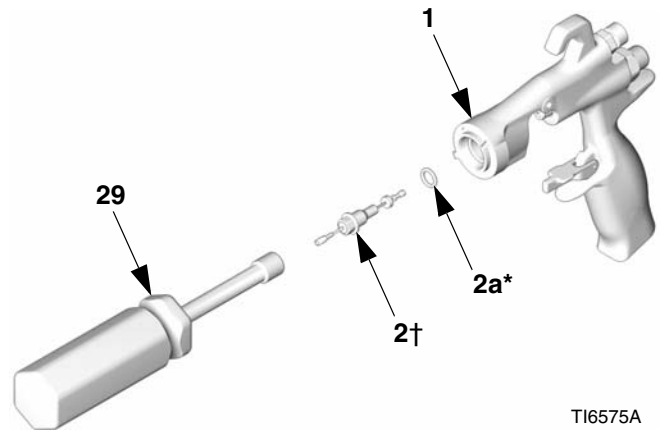
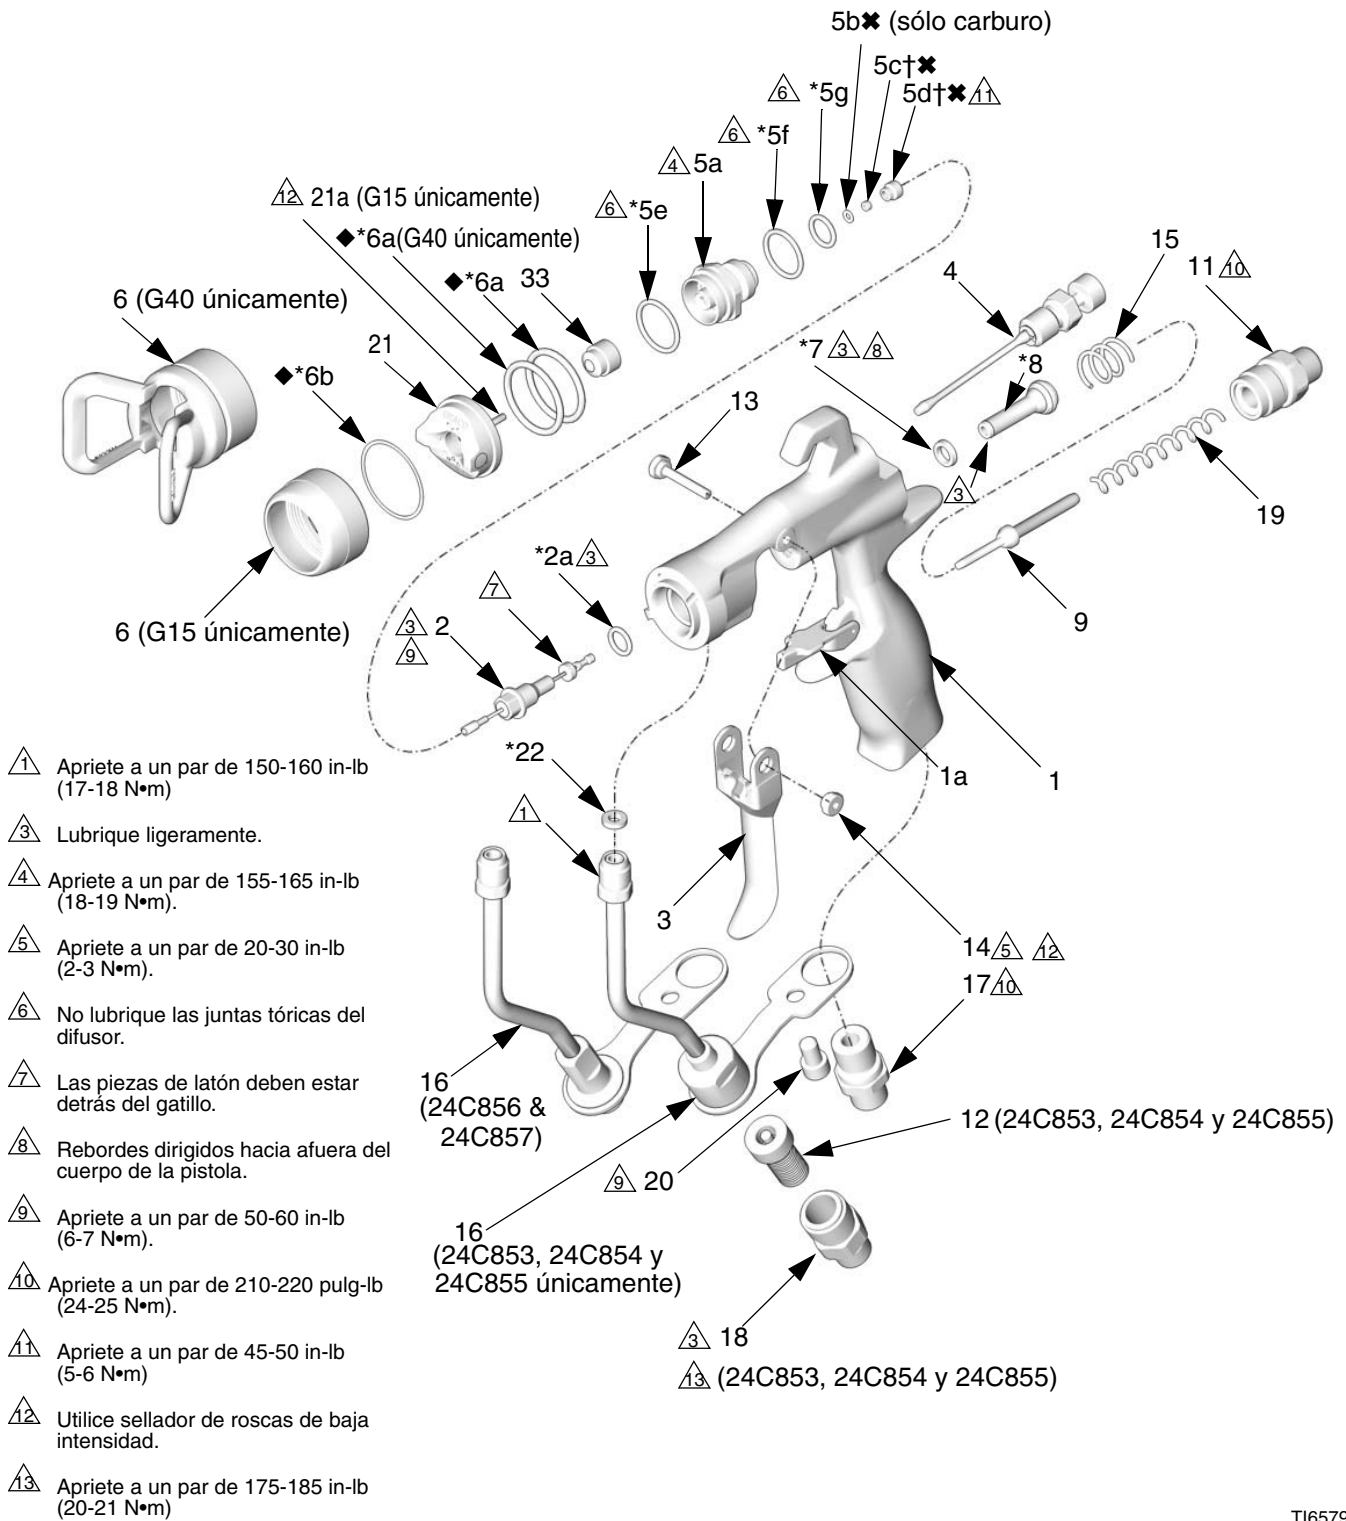

FIG. 42
FIG. 43
1. Instale la junta del tubo (22\*) en la pistola. Apriete a mano el conector del tubo de fluido (C) en la entrada de fluido de la pistola. Apriete a mano el racor de entrada de aire (17) y el tornillo (20). Apriete el conector del tubo de fluido a un par de 150-160 pulg-lb (17-18 N•m). Apriete el racor de entrada de aire y el tornillo a un par de 210-220 pulg-lb (24-25 N•m). Apriete el tornillo del soporte del tubo de fluido a un par de 50-60 pulg-lb (6-7 N•m). Vea FIG. 43.
2. Instale el filtro de fluido en línea (12) en la base del tubo de fluido. Enrosque la pieza de conexión de entrada de fluido (18) en la base del tubo. Apriete a un par de 175-185 pulg-lb (20-21 N•m). Vea FIG. 43.
4. Lubrique el extremo delantero del conjunto de la válvula neumática (8\*). Deslice cuidadosamente el conjunto de la válvula neumática en la parte trasera de la pistola, pasando a través de la copela en U (7\*), empújela tanto como pueda. Tenga cuidado de no dañar la copela en U. Vea FIG. 43.
5. Introduzca con cuidado el extremo más delgado del eje (9) en la válvula de aire (8\*).
6. Instale los dos muelles (15 y 19). Enrosque la tapa de resorte (11) en la parte trasera del cuerpo de la pistola. Apriete a un par de 210-220 pulg-lb (24-25 N•m).
7. Lubrique ligeramente las juntas tóricas del conjunto de la aguja y los puntos del eje donde las empaquetaduras se deslizan. Asegúrese de que la junta tórica (2a\*) está colocada en el cuerpo de la pistola (1).
8. Introduzca el conjunto de la aguja de fluido (2) por la parte delantera de la pistola. Utilice la llave para tuercas (29) para enroscar el conjunto de la aguja de fluido en el cuerpo de la pistola (1) y apriete a un par de 50-60 in-lb (6-7 N•m). Vea FIG. 42.
9. Instale el gatillo (3), el pasador de pivote (13), y la tuerca (14). Utilice un sellador de roscas de baja intensidad y asegúrese de que la pieza de latón del conjunto de la aguja de fluido (2) está detrás del gatillo. Vea FIG. 43. Lubrique los dos lados del pasador de pivote en los puntos en que el gatillo hace contacto con el pasador y lubrique el resalte de ambas superficies de la pistola donde el gatillo hace contacto con el cuerpo de la pistola. Apriete la tuerca a un par de 20-30 N pulg-lb (2-3 N•m).
10. Dispare la pistola para hacer retroceder la aguja mientras enrosca el conjunto del difusor (5) en el cuerpo de la pistola (1), con la herramienta especial para pistolas (30). Apriete a un par de 155-165 in-lb (18-19 N•m). Cuando se aprieta correctamente, la brida tocará el fondo de la pistola.
11. Sujete el anillo de retención (6), el cabezal de aire (21) y la boquilla de pulverización (33).